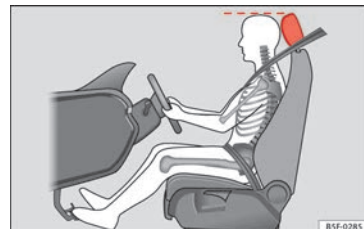

Bild 72 Korrekt läge för förarens nackskydd
- Ställ in nackskyddet så att dess övre kant är på samma nivå som toppen på huvudet eller så nära samma nivå som toppen på huvudet som möjligt » **bild 72**.